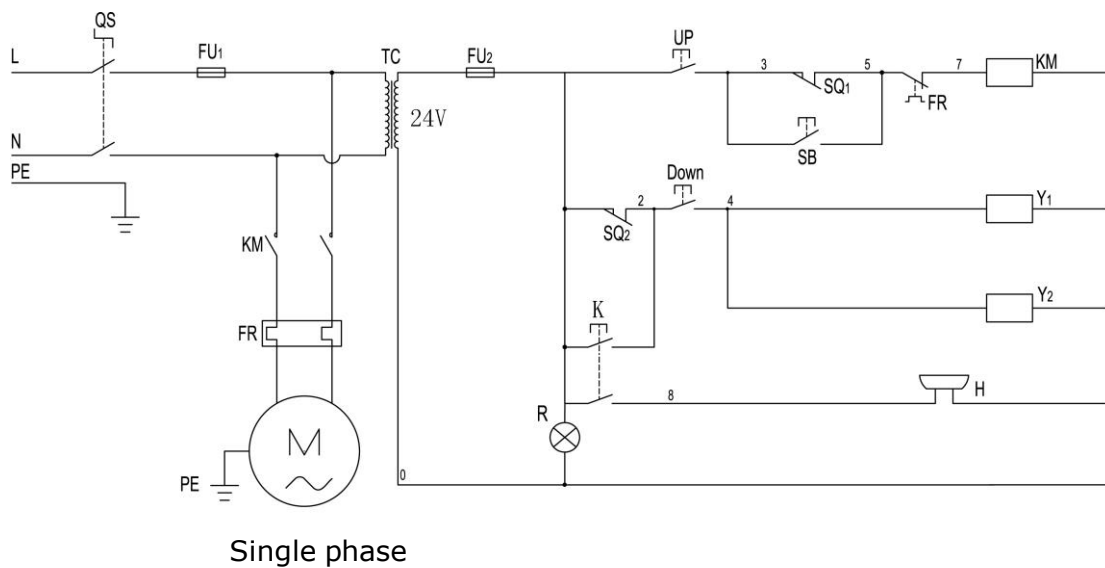

Fig. 13
2.2 Circuit Diagram (See Fig. 13).